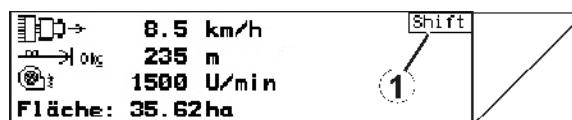

Bild 10
- Om shift-knappen är aktiv visas detta på displayen (Bild 10/1).